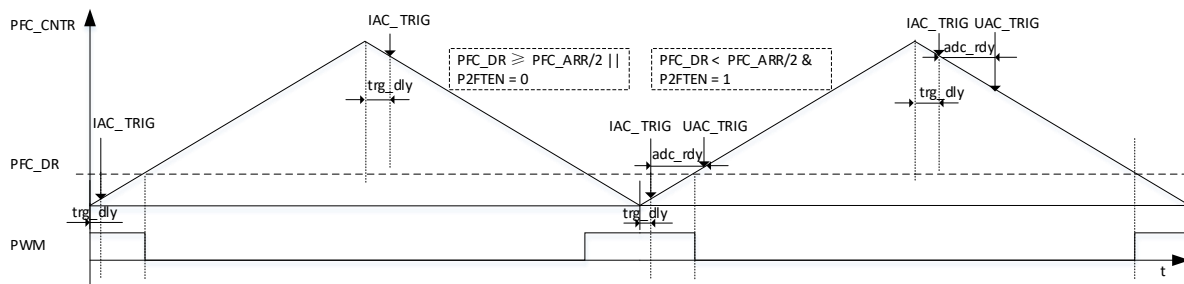

图 12-6 PWM 输出与 IAC/UAC 采样时机图
- PFC\_CR2[P2FTEN]和 PFC\_DR 决定触发采样点(如图 12-6 所示): 当 PFC\_CR2[P2FTEN] = 0 且  $PFC\_DR < PFC\_ARR/2$  时，PFC\_CNTR 计数到下溢点触发采样;否则 PFC\_CNTR 计数到上溢点触发采样(如 PFC\_CR2[P2FTEN] = 1，或  $PFC\_DR \geq PFC\_ARR/2$ )；设置 PFC\_TRGDLY 可延迟采样，上溢点为 PFC\_CNTR 向上计数到  $PFC\_TRGDLY \times 8$ ，下溢点为 PFC\_CNTR 向下计数到  $(PFC\_ARR - PFC\_TRGDLY \times 8)$ 。